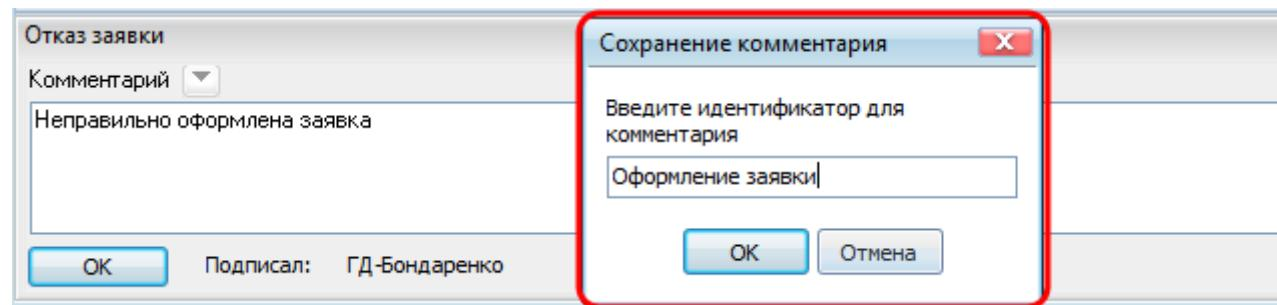

Рисунок 12.28 – Сохранение комментария
- «**Сохранить комментарий**» – сохранение комментария как предопределенного текста комментария. При выборе пункта меню « Сохранить комментарий» появляется окно «Сохранение комментария» (Рисунок 12.28). В окне «Сохранение комментария» необходимо ввести идентификатор комментария и нажать на кнопку «OK».